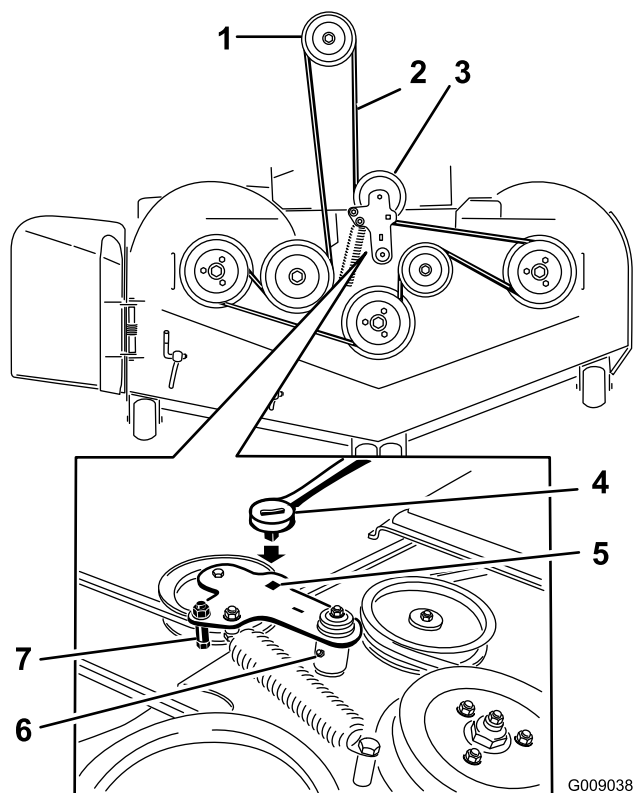

Figure 74
5. Insérez un rochet dans le trou carré du bras de renvoi pour détendre le ressort de la poulie de tension (Figure 74).
7. Enlevez le guide de courroie situé sur le bras de renvoi rappelé par ressort ; voir Figure 74.
9. Acheminez la courroie neuve autour des poulies du plateau de coupe et de la poulie d'embrayage, sous le moteur (Figure 74).
10. Montez le guide de courroie sur le bras de renvoi ; voir Figure 74.
11. Insérez le rochet dans le trou carré et montez le ressort de la poulie de tension (Figure 74).